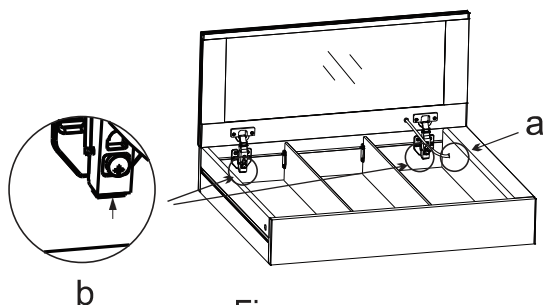

Fig. 12
4.1. Allentare il dado di plastica ed estrarre il filo (a), tenere premuta la base del coperchio delle due cerniere (b), rimuovere lo sportello dello specchio. Fig. 12